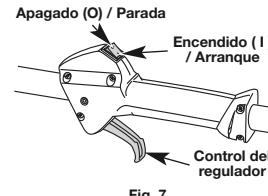

Fig. 7
**NOTA:** No hay necesidad de encender la unidad. El interruptor de Encendido/Apagado debe estar en la posición ENCENDIDO (I) en todo momento (Fig. 7).
- Apriete el control del regulador (Fig. 7) y tire de la cuerda **5 veces** con movimiento regulado y firme (Fig. 9).
- Oprima y no suelte el interruptor de control de Encendido y Apagado en la posición APAGADO (O) hasta que el motor se detenga por completo (Fig. 7).